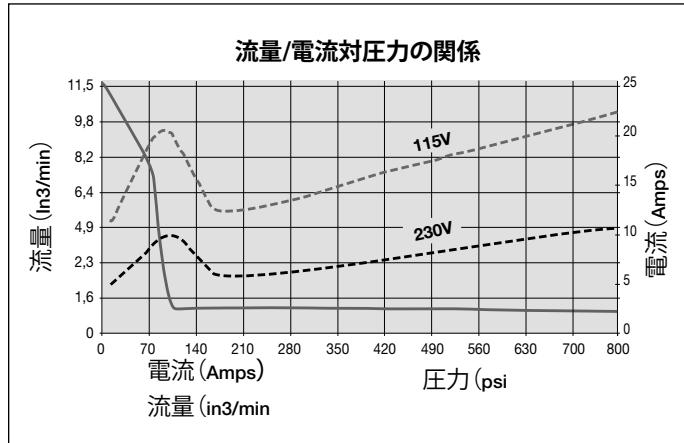

図1 流量図
3.2 F流量図(図1参照)
*実際の消費電力は、用途によって異なります。図1を参照してください。
- 絶縁および配線回路の保護はお客様が行ってください。ライン回路保護機能は、最大使用圧力におけるモーターの最大電流の115%に設定しなければなりません(図1参照)。